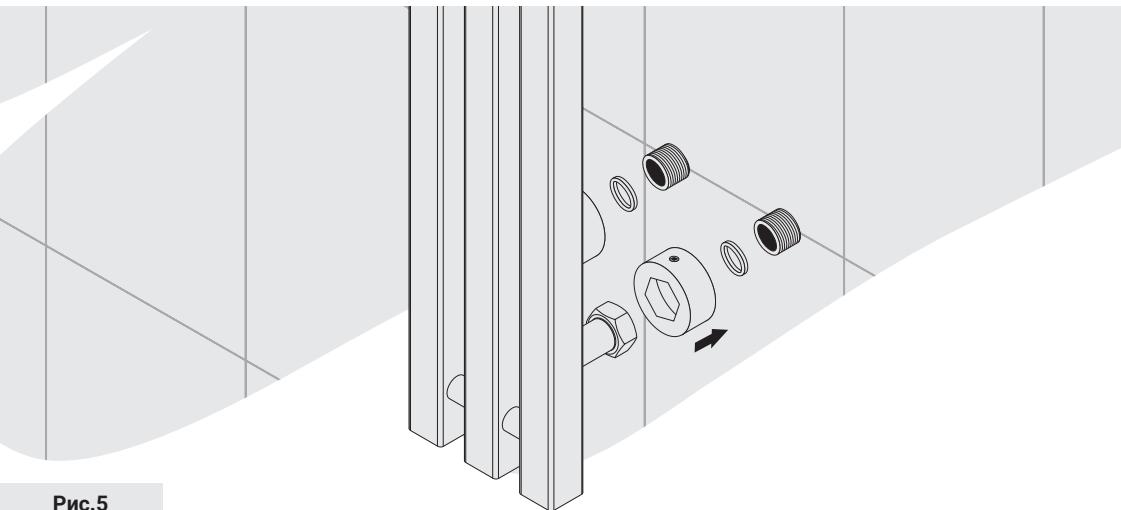

Рис.5
6.8. Произведите **финальный** монтаж: вместе с надетыми декоративными отражателями накрутите накидные гайки на установленные эксцентрики, используя силиконовые прокладки для герметизации соединения (рис. 5).